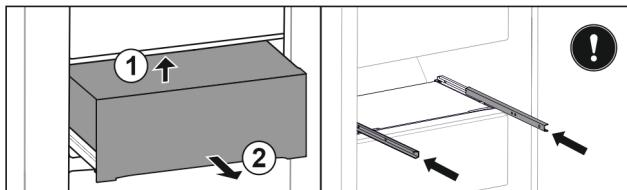

Fig. 41
- Поднимите выдвижной ящик сзади снизу *Fig. 41 (1).*
- Извлеките движением вперед *Fig. 41 (2).*